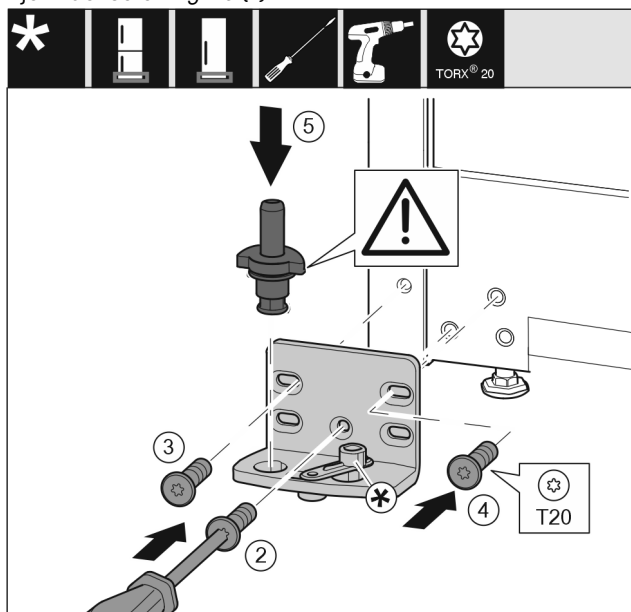

Fig. 17
- ▶ Plasser lagerblokken på den andre siden og skru den fast ved hjelp av en skrutrekker. Begynn med skruen Fig. 17 (2) nederst i midten.
- ▶ Skru fast skrue Fig. 17 (3) og skrue Fig. 17 (4).
- ▶ Sett lagerboltene Fig. 17 (5) fullstendig inn. Kontroller at låsekammen peker bakover.